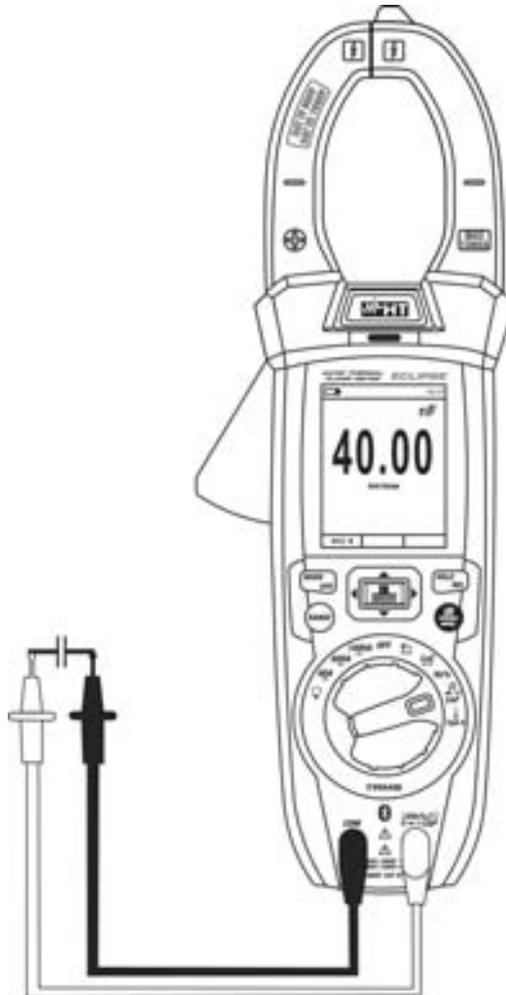

Fig. 29: Utilisation de l'instrument pour mesure de Capacité
5. Placer les embouts aux extrémités de la capacité sous test en respectant éventuellement la polarité positive (câble rouge) et négative (câble noir) (voir Fig. 29). La valeur s'affiche à l'écran. **En fonction de la capacité, l'instrument pourrait mettre plusieurs secondes avant d'afficher la valeur finale correcte.** Le diagramme à barres analogique n'est pas actif dans cette fonction